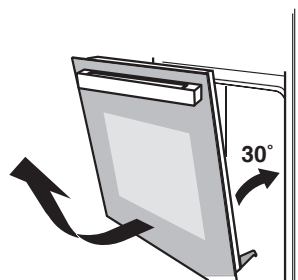

Figure 2
2. Fermer partiellement la porte d'un angle de 30° et tirer tout doucement la porte du four (Figures 2).